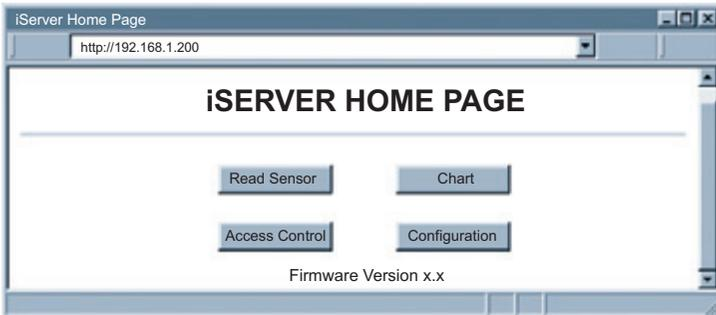

Abbildung 4.5 Homepage des iServers
- Im Browser erscheint nun die in **Abbildung 4.5** gezeigte Homepage.